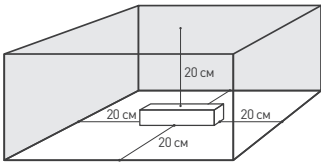

Рис. 2. Свободное пространство вокруг источника
- температура окружающего воздуха от -40 до +40 °C, см. график зависимости максимально допустимой нагрузки на источник питания от температуры окружающей среды на рис. 2;
- 4.3. Для естественной вентиляции обеспечьте свободное пространство вокруг источника питания не менее 20 см, как изображено на рис. 2. При невозможности обеспечить свободное пространство используйте принудительную вентиляцию. В случае установки в ограниченном пространстве (например, лайтбокс или профиль) предусмотрите обеспечение требуемого температурного режима источника питания согласно рис. 3.